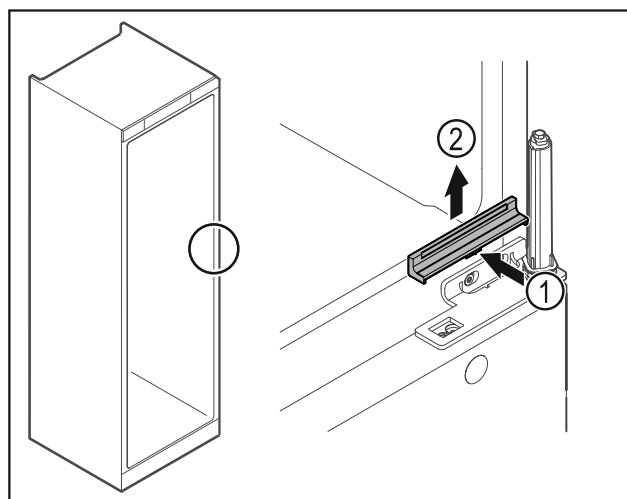

Fig. 25
- ▶ Afdekking Fig. 25 (1) in het midden iets indrukken en naar boven toe verwijderen Fig. 25 (2).